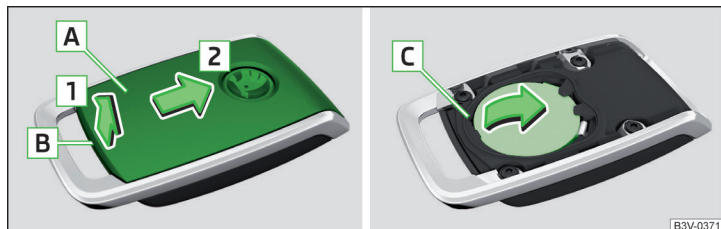

Fig. 316 Mando a distancia: tapa de la batería
- Con un destornillador plano y delgado aflojar la tapa **A** en el área **B** » fig. 316.